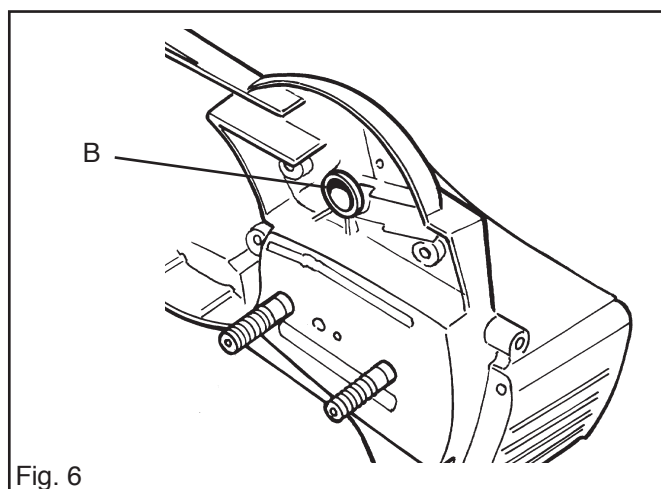

Fig. 6
B. Retirer le coussinet du bras de levier du frein de chaîne (B). Voir fig. 6.